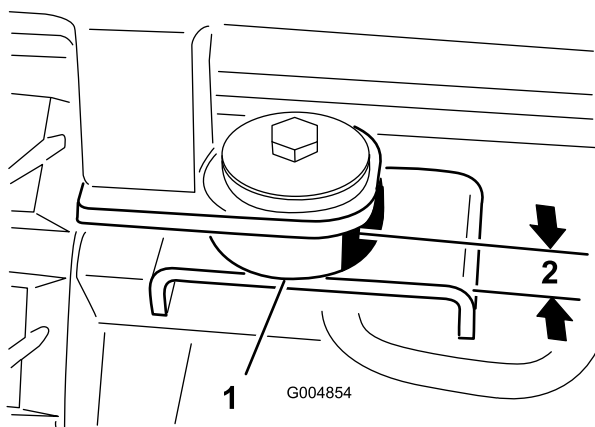

Figura 25
11. En los puntos de montaje traseros, sujete la cabina a la máquina con un perno (1/2 x 3 pulgadas), una arandela de acero (1/2 x 2-1/2 pulgadas), una arandela de goma (1/2 x 2-1/2 pulgadas) y una tuerca (1/2 pulgada) (Figura 25). Apriete los cuatro pernos de montaje de la cabina hasta que los soportes de goma queden comprimidos a un grosor de 2.2 cm (7/8 pulgada).